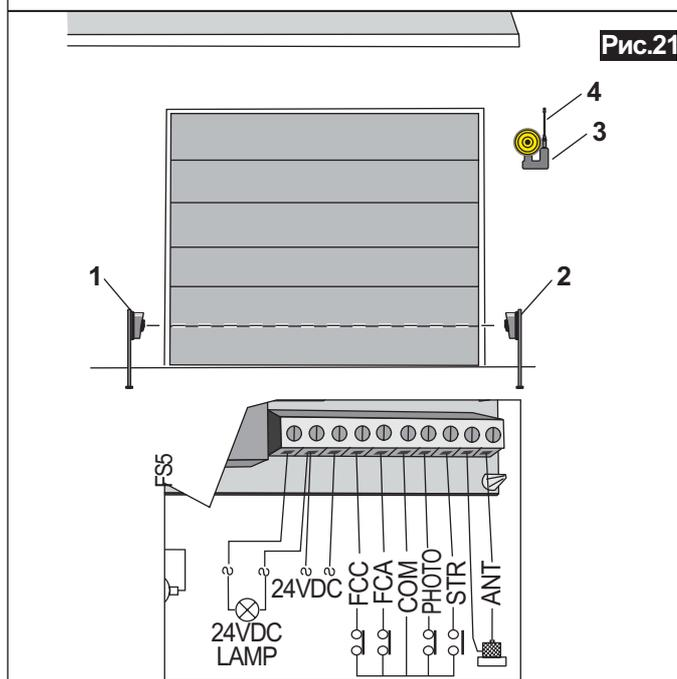

Рис.21
Установите фотоэлементы как показано на Рис.21, поз.1 или 2 и подключите их в соответствии с инструкцией, поставляемой в комплекте.
- Установите и подключите сигнальную лампу, оповещающую о начале движения ворот, (рис.21, поз.3 и 4) в соответствии с инструкцией, поставляемой в комплекте.